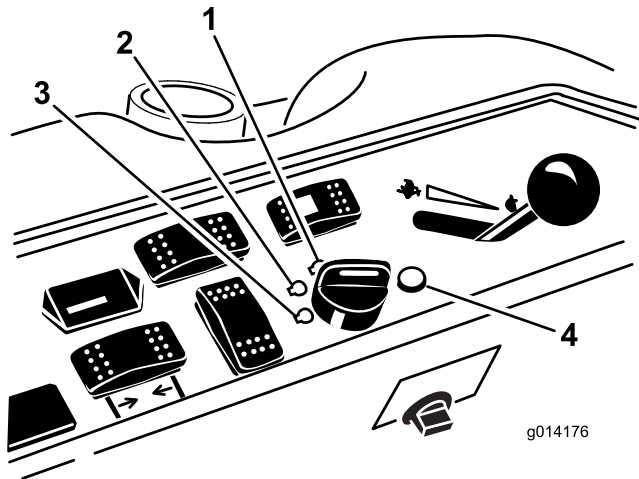

图 22
- 将点火钥匙顺时针旋转至运行位置 图 22。预热塞指示灯应亮起 6 秒钟。